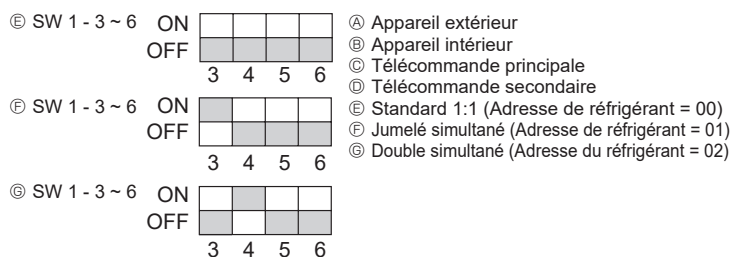

Fig. 9-1
- ② Une fois la vanne d'arrêt de gaz fermée, activer le commutateur SWP sur la carte de commande de l'appareil extérieur. Le compresseur (appareil extérieur) et les ventilateurs (appareils intérieurs et extérieurs) démarrent et la collecte du réfrigérant commence. Les témoins DEL1 et 2 de la carte de commande de l'appareil extérieur s'allument.
- ③ Étant donné que l'appareil s'arrête automatiquement après 2 à 3 minutes lorsque la collecte du réfrigérant est terminée (DEL1 éteinte, DEL2 allumée), veiller à fermer rapidement le robinet d'arrêt du gaz. Si la DEL1 est allumée et la DEL2 éteinte et que l'unité extérieure est arrêtée, la collecte du réfrigérant ne s'est pas effectuée correctement. Ouvrir complètement le robinet d'arrêt du liquide puis attendre 3 minutes avant de répéter l'étape 2.
- ④ Mettre hors tension (coupe-circuit).
9. Contrôle du système (Fig. 9-1)